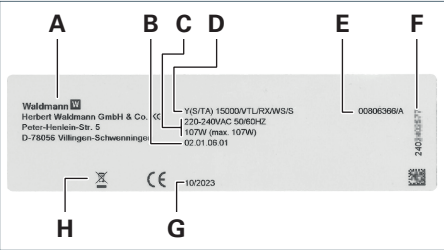

Fig. 34: Leistungsschild Leuchtenkopf (Beispiel).
- Vorhandener Leuchtenkopf, ab Seriennummer 2402389763, siehe Fig. 34